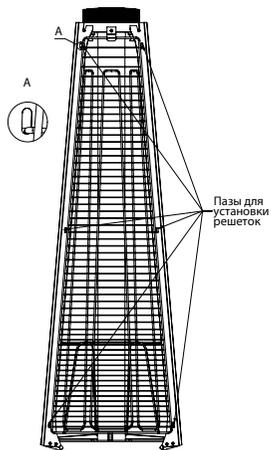

Рис. 13 Установка решетки
- Установите в пазы верхних профилей решетки (Рис. 13);